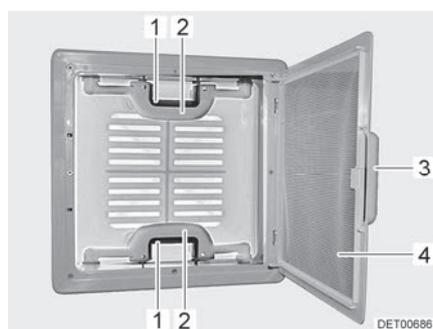

Fig. 16 Lanterneau à poussoirs
- Tirer sur la poignée (Fig. 16,3).
- Rabattre la moustiquaire (Fig. 16,4) vers le bas.
- Appuyer sur le verrou (Fig. 16,1) vers l'intérieur du lanterneau. Pousser le lanterneau simultanément vers le haut par la poignée (Fig. 16,2).
- Faire basculer la moustiquaire (Fig. 16,4) vers le haut jusqu'à ce qu'elle s'enclenche.
- Tirer fortement le lanterneau vers le bas par les deux poignées (Fig. 16,2) jusqu'à ce que les deux poussoirs (Fig. 16,1) s'encliquettent.